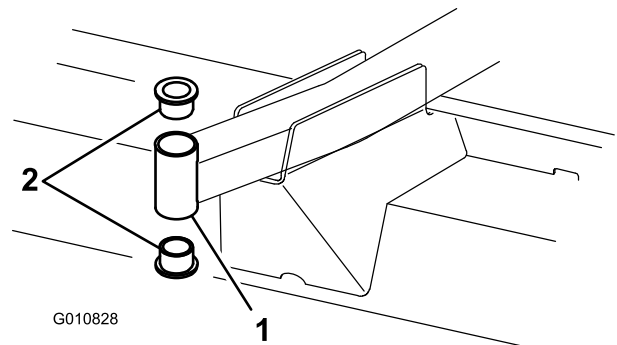

Bild 21
- Stecken Sie einen Dorn oben oder unten in das Befestigungsrohr und treiben die Büchsen heraus (Bild 21). Treiben Sie dann die andere Büchse aus dem Rohr heraus.